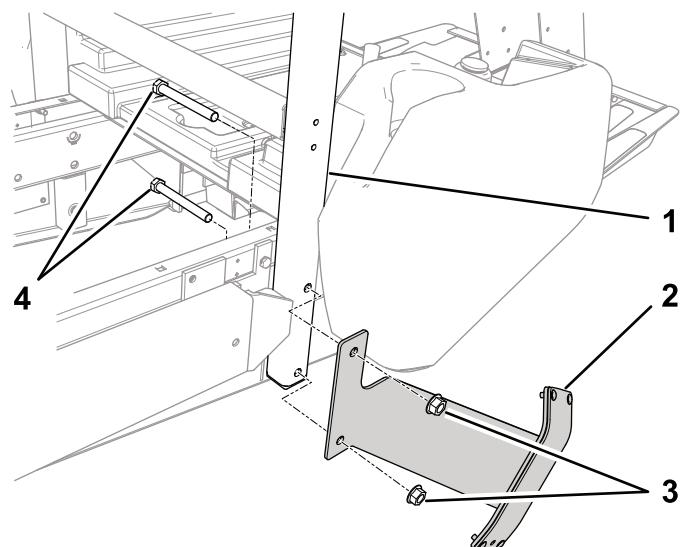

Figura 18
2. Montate il gruppo di arresto della tramoggia all'esterno del tubo del ROPS con 2 bulloni (1/2 x 4-1/2 pol.) e dadi di bloccaggio (1/2 pol.) come mostrato in Figura 18.
1. Rimuovete i 2 bulloni e i dadi che fissano il tubo del ROPS sul lato destro della macchina (Figura 18).